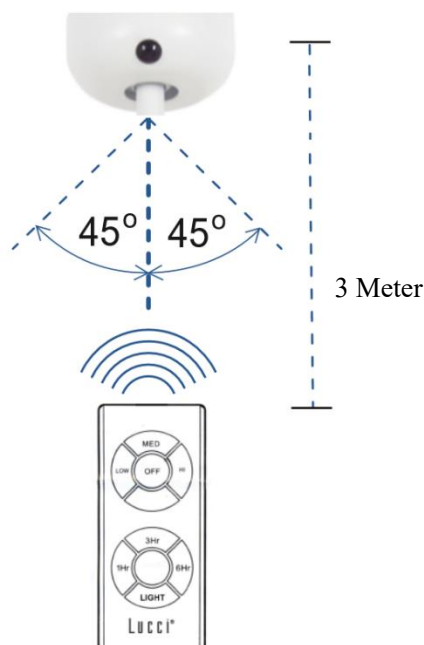

Abb. 12
**Effektiver Abstand/Standort für das IR-Fernbedienungsgerät (Abb. 12)**